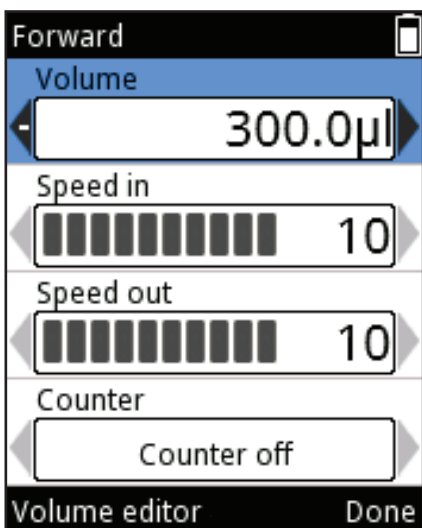

Figura D5.
2. Il campo Volume viene evidenziato (Figura D5).